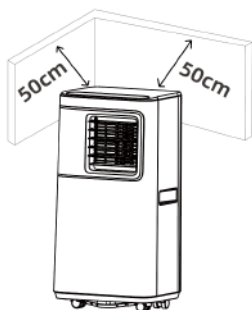

рис. 9
- 1) Обеспечить свободное пространство (не менее 45 см) (Рис.9).